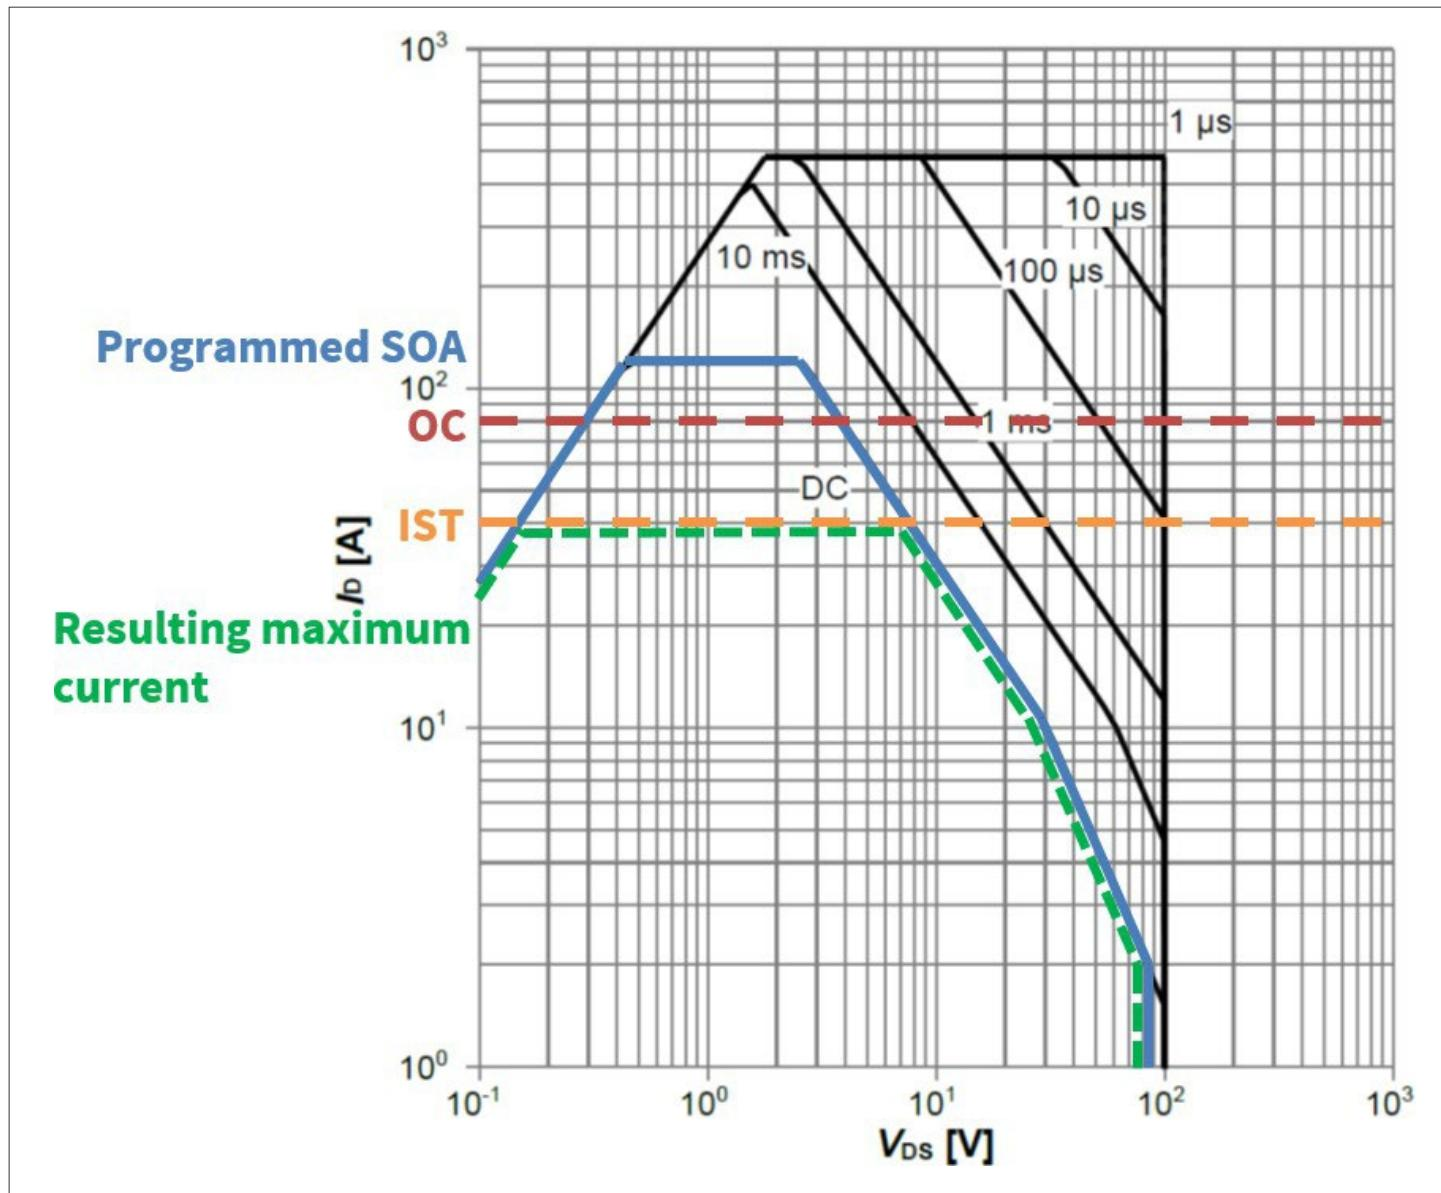

图 6 安全操作区
- XDP700 根据 SOA 允许的最大值调节流过 FET 的电流，开始对输出电容充电。见 图 6，直流线路允许 48 V 时的 $I_{SOA} \approx 4.5 A$ 。